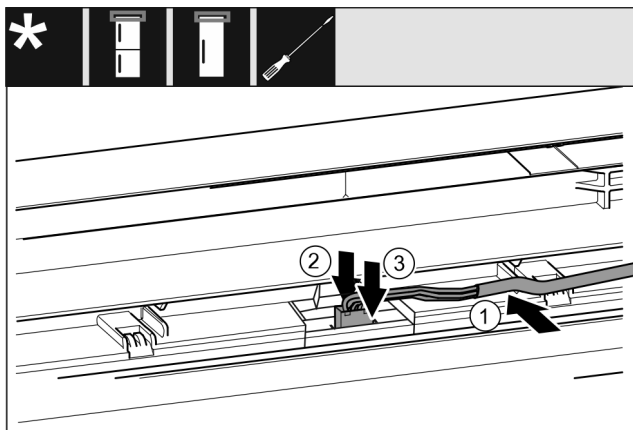

Fig. 39 制冷/冷冻组合/冰柜/冰箱
- ▶ 将电缆 Fig. 39 (1) 置入上方冰箱门的导向装置。
- ▶ 将止动凸缘 Fig. 39 (2) 向后按住。
- ▶ 插入插头 Fig. 39 (3)。